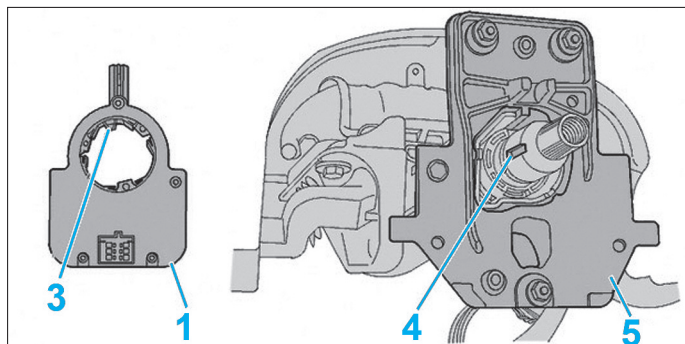

Fig. 7
Lors de la repose, aligner le détrompeur (3) du capteur angle volant de direction (1) avec la rainure (4) de la colonne de direction (5) (Fig.7).